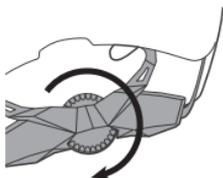
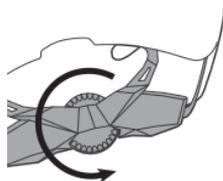

Figura 13. Ajuste de Micro-Manager
Figura 14. Desajuste de Micro-Manager
3. Si Micro-Manager está demasiado suelto, gire la rueda de ajuste (figura 13) en el sentido de las agujas del reloj. Si, por el contrario, Micro-Manager está demasiado apretado, gire la rueda de ajuste en sentido contrario a las agujas del reloj (figura 14).